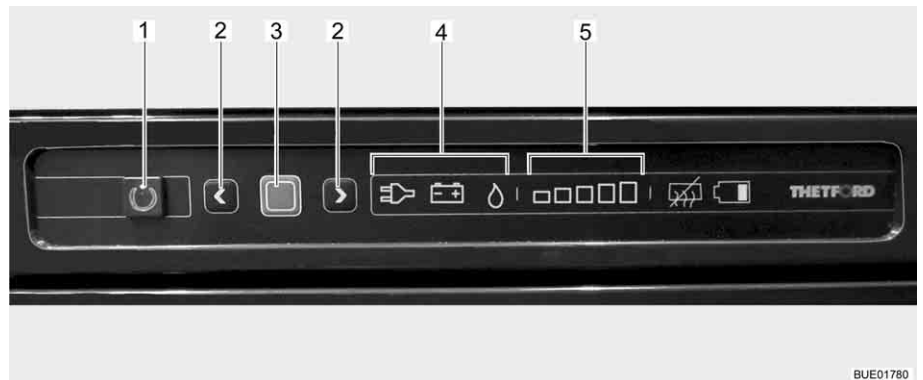

Bild 167 Reglage, knappar för kylskåpet
Det aktuella driftläget visas med en tänd symbol (Bild 167,4) på kontrollenheten.
När kylskåpet slås på väljs automatiskt den senast valda termostatinställningen. Denna inställning kan ändras manuellt med pilknappen (Bild 167,2). De lysande staplarna på kylnivåinstrumentet (Bild 167,5) visar den valda termostatinställningen. Med hjälp av pilknapparna ställs kyltemperaturen in för alla tre energikällorna. Det tar alltid några timmar innan man har en normal drifttemperatur i kylskåpet. Om en omkoppling sker till ett andra driftläge förändras termostatinställningen inte. Kyltemperaturen bibehålls oberoende av den valda energikällan.
- Tryck på på/av-knappen (Bild 167,1) i en sekund. Knappen (Bild 167,1) lyser grönt. Efter ca 10 sekunder dimmas indikeringen automatiskt för att spara ström.
- Tryck på bekräftelseknappen (Bild 167,3). Den aktuella inställningen för driftläget visas.
- Om inte driftläget gas har ställts in: Ändra inställningen genom att trycka på bekräftelseknappen (Bild 167,3) i ca 2 sekunder.
- Välj driftläget gas med hjälp av pilknapparna (Bild 167,2). Nu är gastillförseln öppen. Tändning sker automatiskt. Ett tickande ljud hörs tills tändningsproceduren är klar.
- Tryck ned bekräftelseknappen (Bild 167,3) i cirka 2 sekunder.
- Tryck på bekräftelseknappen (Bild 167,3) igen. Kylningsnivån indikeras med de lysande staplarna (Bild 167,5).
- Ändra inställningen genom att trycka på pilknapparna (Bild 167,2) tills önskad inställning visas.
- Tryck på på/av-knappen (Bild 167,1) i cirka 2 sekunder. Alla lampor slocknar. Kylskåpet är avstängt.
- Om inte gasdriftläget 230 V-drift är inställt: Ändra inställningen genom att trycka på bekräftelseknappen (Bild 167,3) i ca 2 sekunder.
- Med pilknapparna (Bild 167,2) väljer du 230 V-drift.
- Om inte gasdriftläget 12 V-drift är inställt: Ändra inställningen genom att trycka på bekräftelseknappen (Bild 167,3) i ca 2 sekunder.
- Med pilknapparna (Bild 167,2) väljer du 12 V-drift.